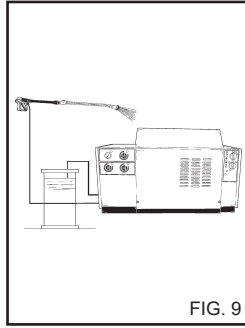

FIG. 9
- 3) Después del uso con detergente, aclarar el circuito de aspiración; introducir el tubo de aspiración del detergente (fig. 9) en un bidón de agua limpia y hacer funcionar la bomba durante 1 minuto con el grifo de dosificación completamente abierto. Repita la operación primero con el selector producto detergente en la pos. "1" y después en la pos. "2".
5) Después del uso con detergente, aclarar el circuito de aspiración, introducir el tubo de aspiración (fig. 9) del detergente en un bidón de agua limpia y hacer funcionar la bomba durante 1 minuto con el grifo de dosificación completamente abierto y la lanza en fase de suministro del detergente.